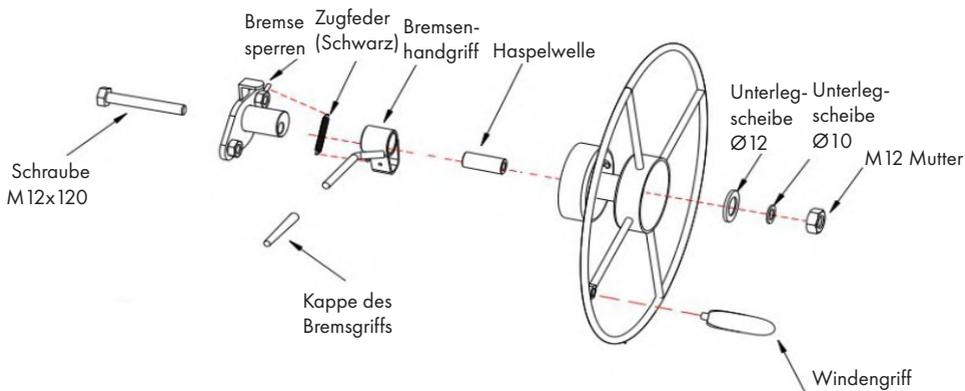

Abbildung 14
- Vervollständigen Sie die Montage des Windenrads wie in Abb. 14 gezeigt.